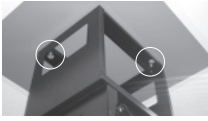

Fig. 1
- Plaats de pluggen en schroef eerst twee schroeven in de pluggen (niet geheel vastdraaien). Haak de motorunit achter de twee reeds geplaatste schroeven (fig. 1). Centreer de motorunit ten opzichte van de kookplaat. Zorg dat de motorunit uitgelijnt t.o.v. de kookplaat aan het plafond hangt.